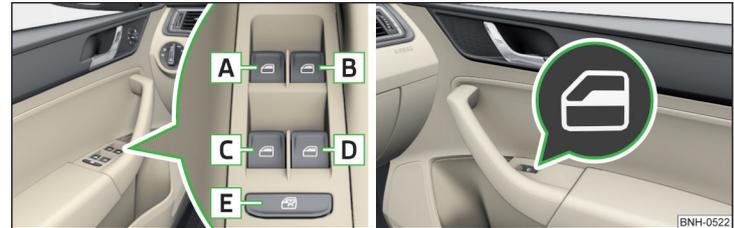

Fig. 37 Teclas de los elevalunas
Teclas de los elevalunas » fig. 37
► Pulse la tecla **E** » fig. 37.